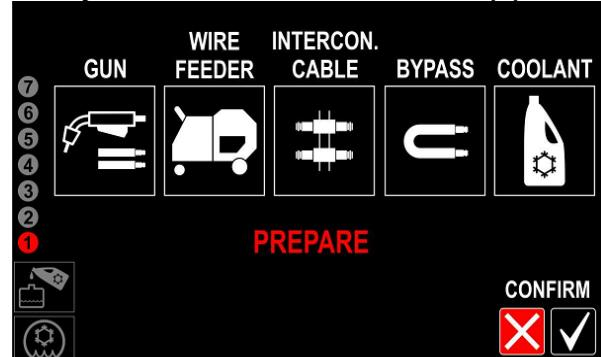

Рисунок 14
- При первом подключении COOL ARC® 60 сварочный источник питания автоматически запустит процедуру заполнения (Рис. 14 или 22). Снимите крышку резервуара во избежание образования вакуума.